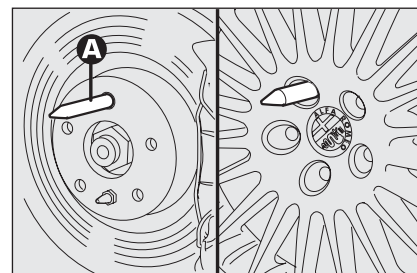

fig. 10
- ☐ avvitare il perno di centraggio **A-fig. 10** in uno dei fori dei bulloni di fissaggio presenti sul mozzo ruota;
- ☐ svitare il perno di centraggio **A-fig. 10** ed avvitare l'ultimo bullone di fissaggio;